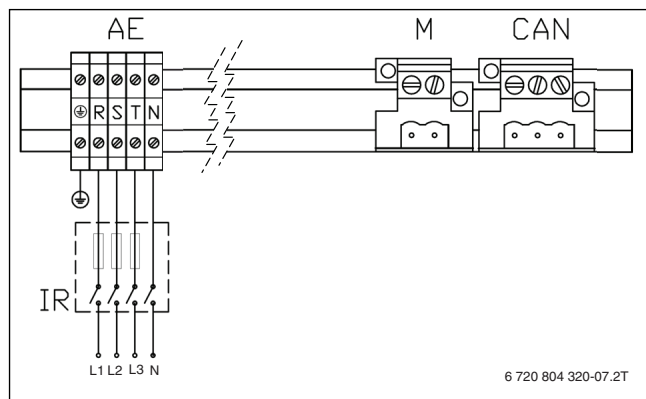

Bild 33 Elektrischer Anschluss bei einer Versorgungsspannung von 400 VAC
- Elektrischen Anschluss gemäß Bild 33 durchführen.